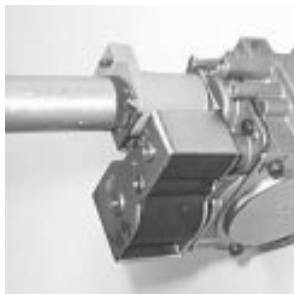

Bild 9
3. Neuen roten Sicherungsring (vgl. Bild 3) auf die Spule stecken und mit einem 17 mm Steckschlüssel in die hochstehenden Befestigungsecken drücken (Bild 9). Darauf achten, daß dabei die Spulennachse nicht wieder verdreht wird.